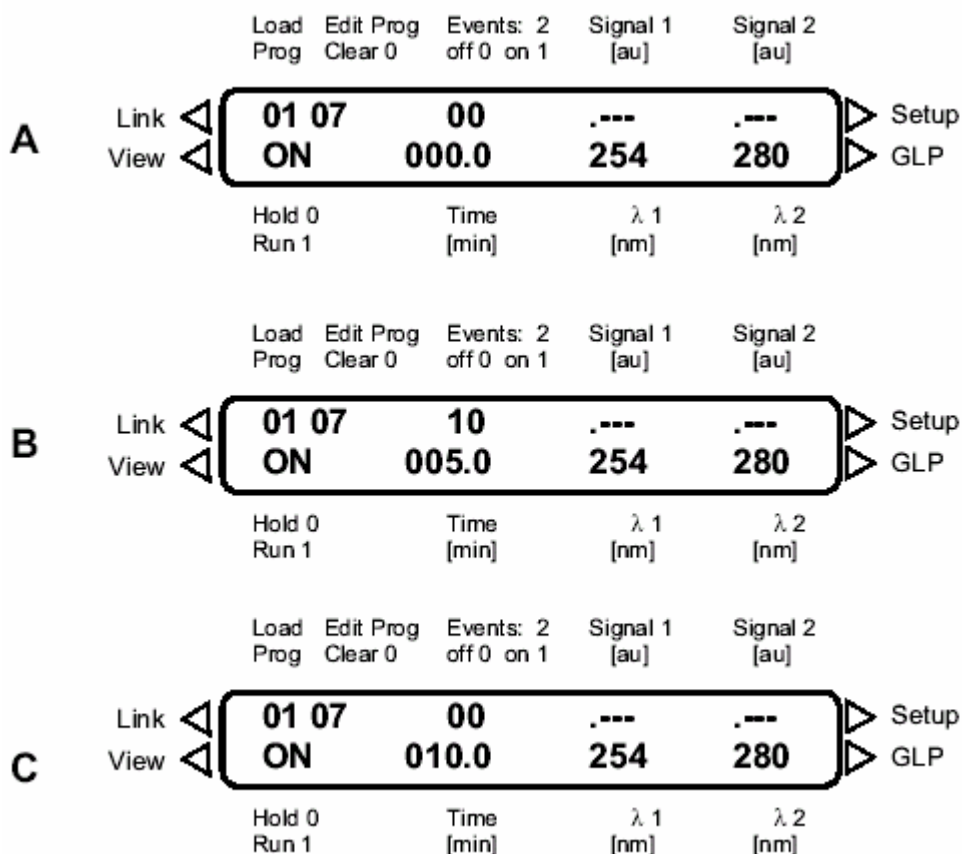

Рис. 17 Различные шаги программирования на примере программы 7
5. При значении времени 0 мин поле “**Events**” остается неизменным. Значение времени 5 мин задается программированием Events 1 0, см. рис.17, дезактивация события при значении времени 10 мин происходит при вводе 0 0.